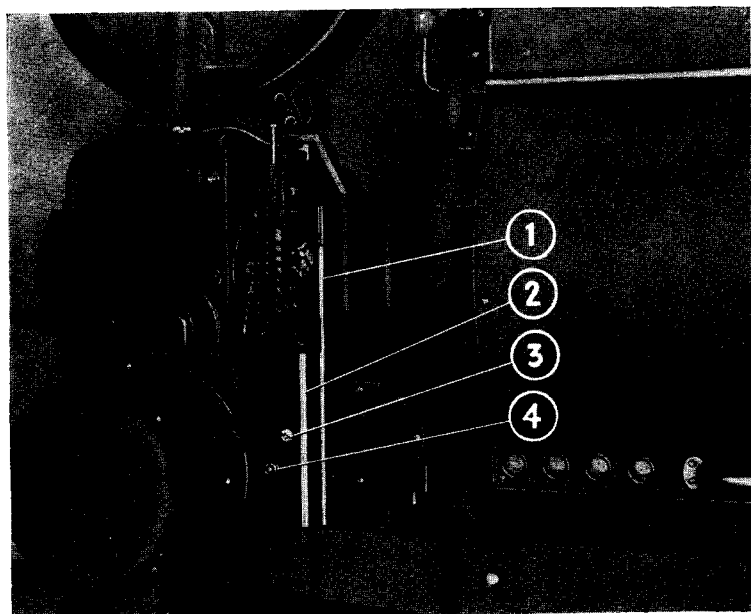
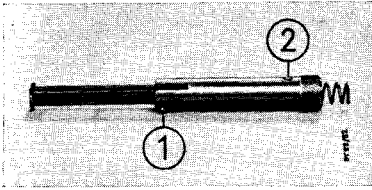
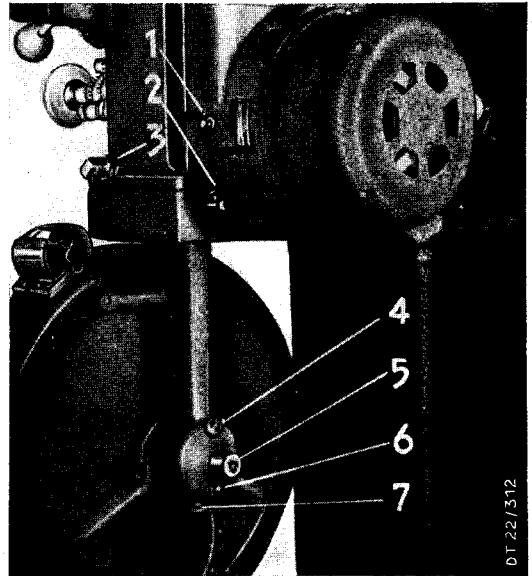

Abb. 7. BAUER B 12-Werk, Rückseite
Abb. 9. Ölrieb, Stift 1 rastet in Nute in der Ölpumpe ein, Marke 2 (o) muß bei richtiger Stellung des Ölriebs nach oben schauen
Abb. 10. Aufwickelarm
Das B 12-Werk wird mit 4 Schrauben auf der Tischplatte befestigt. Es ist zu beachten, daß an der Werkrückseite die Tischplatte nicht über das Werk vorsteht, damit der Motor einwandfrei angeflanscht werden kann. Das Luftrohr (Abb. 7, Pos. 1) führt man durch eine Bohrung in der Tischplatte nach oben, schiebt es in das Winkelstück am Blendenschutzgehäuse des Werkes und schraubt es dort mit der
Als nächstes wird der obere Abschlußdeckel des Luftkanals an der Rückseite des Projektorwerkes abgenommen. Nachdem man das Schutzrohr (Abb. 7, Pos. 2) über die Kabel gezogen hat, schiebt man den ganzen Kabelstrang, der aus der Säule kommt, durch die entsprechenden Bohrungen an der Tischplatte und am Blendenschutz bis zur Anschlußleiste (Abb. 25). Dieses Schutzrohr wird am Blendengehäuse durch eine Madenschraube gehalten. Die Kabel sind bezeichnet und werden an den gleichlautend gekennzeichneten Anschlußklemmen im Blendenschutz angeschlossen. Der obere Abschlußdeckel an der Werkrückseite soll erst dann wieder angeschraubt werden, wenn der Antriebsmotor befestigt ist.
Der Flanschmotor ist mit dem unteren Abschlußdeckel des Luftkanals an der Werkrückseite verschraubt und wird mit 2 Innensechskantschrauben (Abb. 7, Pos. 4, und Abb. 10, Pos. 1) am Projektorwerk festgemacht. Eine Gummikupplung überträgt den Antrieb auf das Werk. Die Kupplung ist aus synthetischem Gummi (Buna), weil
Das kleine Ölrohr mit dem Klappöler (Abb. 10, Pos. 2) schraubt man in den Aufwickelarm ein, bevor man diesen an der Tischplatte befestigt. Beim Anbauen des Aufwickelarmes führt man den Klappöler durch die Bohrung an der Tischplatte und schraubt erst dann den Arm fest.
Ölpumpe vorgelagerte Ölsieb (Abb. 9) mit feinen Niederschlägen zu, was den Ölumlaufl behindert. Der zweite Ölwechsel ist nach weiteren 100 Betriebsstunden fällig, dann wird jeweils nach 200 Betriebsstunden das Öl erneuert.
Von großer Wichtigkeit ist, daß das Öl stets im Anschluß an die Vorstellung, solange es noch warm und dünnflüssig ist, abgelassen wird. Man entfernt hierzu die Ölablaßschraube (Abbildung 10, Pos. 3) (nur den vorderen Verschluß herauserschrauben, nicht den Sechskantstutzen), nimmt das Ölsieb (Abb. 9) heraus und neigt den Projektor, wenn er nicht schon durch die Abwärts-Projektion schräg nach unten steht, so, daß alles Öl abfließt. Es empfiehlt sich, anschließend das Werk mit Spülöl, wie es in jeder Autoreparaturwerkstätte zu erhalten ist, durchzuspülen. Dazu setzt man das Ölsieb und die Ölablaßschraube ein, schaltet den Motor kurz ein, bis sich das Spülöl in der oberen Ölsichtscheibe zeigt. Dieses Öl ist dann wieder vollständig abzulassen und das Sieb zu reinigen. Das Ölsieb muß so eingesetzt werden, daß die rote Marke (0) am Sieb nach oben schaut. Der Fixierstift rastet dann in eine Nute der Ölpumpe ein. Dann wird wieder so viel Projektorenöl eingefüllt, wie es der Betrieb erfordert. Besonders wichtig ist, daß man niemals neues Öl zum alten gießt. Es muß stets alles alte Öl erneuert werden.
In das Gehäuse des Aufwickelarmes muß man ebenfalls Projektorenöl einfüllen. Einfüllstelle siehe Abb. 10, Pos. 4
der aus der Tischplatte herausragende Klappöler (Abb. 10, Pos. 2) am Aufwickelarm,